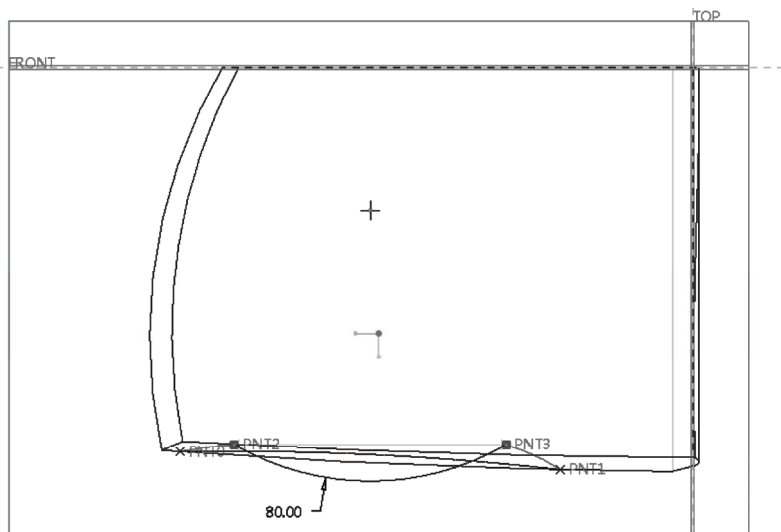

图 12-105 绘制圆弧 (草绘 6)
3) 绘制图 12-105 所示的圆弧, 该圆弧的端点分别与“PNT2”和“PNT3”基准点重合。